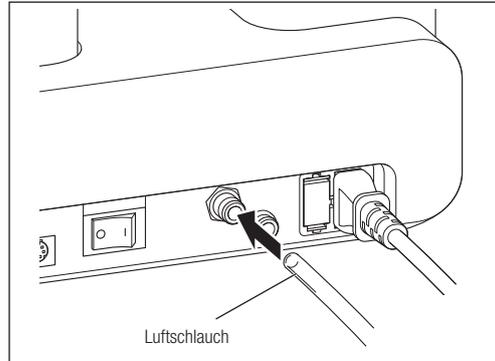

Abb. 2
- 1) Führen Sie ein Ende des Luftschlauchs tief in den Luftschlauchanschluss ein (Abb. 2).